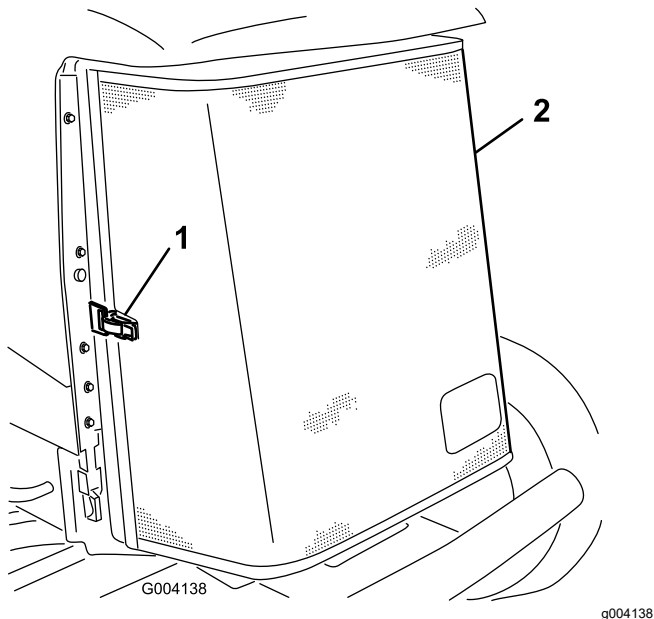

Figura 93
- Sbloccate il morsetto e aprite la griglia posteriore (Figura 93).